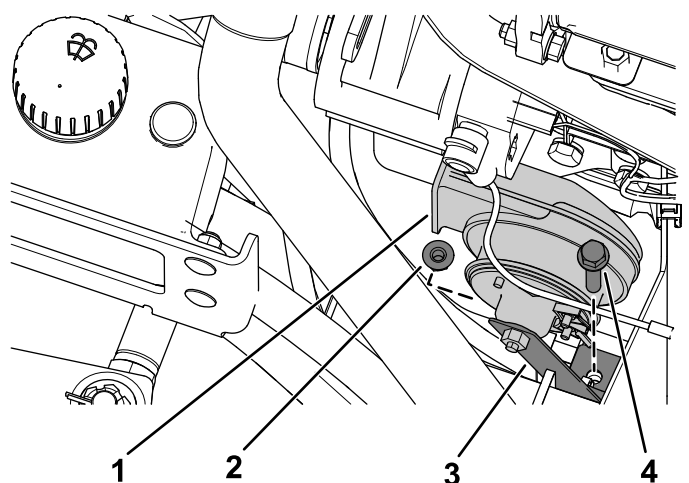

Figur 32
12. Ta bort skruven och muttern från hydraulledningens fäste (Figur 32).